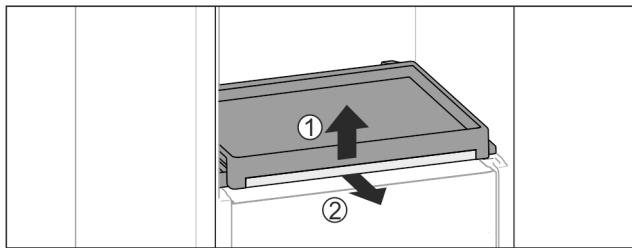

Fig. 107
- Auszugsbord mit Glasplatte entnehmen: Glasplatte vorne leicht anheben Fig. 107 (1) und nach vorne herausziehen Fig. 107 (2).